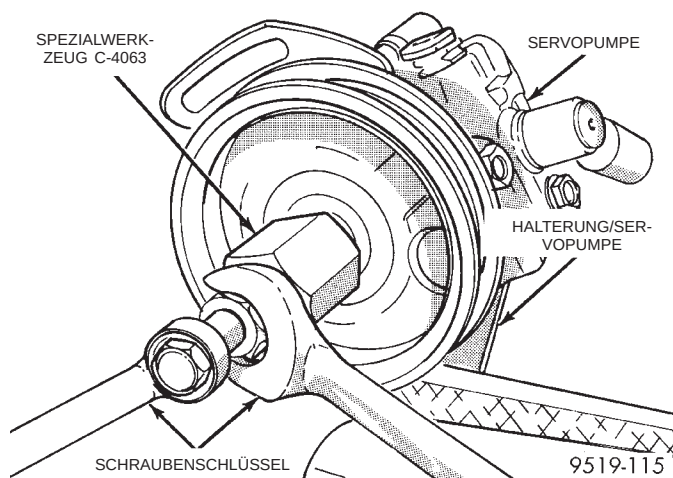

**Abb. 60 Riemenscheibe auf der Pumpenwelle montieren**
(4) Einbauwerkzeug, Spezialwerkzeug C-4063, in das Innengewinde der Pumpenwelle und gegen das Spezialwerkzeug 6936 schrauben (Abb. 60).
(5) Ohne das Spezialwerkzeug und die Riemenscheibe zu verkanten, die Riemenscheibe so weit auf die Pumpenwelle pressen, bis das Distanzstück 6936 am Ende der Welle anliegt. **Wenn das Distanzstück am Wellenende anliegt, kann das Einbauwerkzeug nicht weiter gedreht werden.**